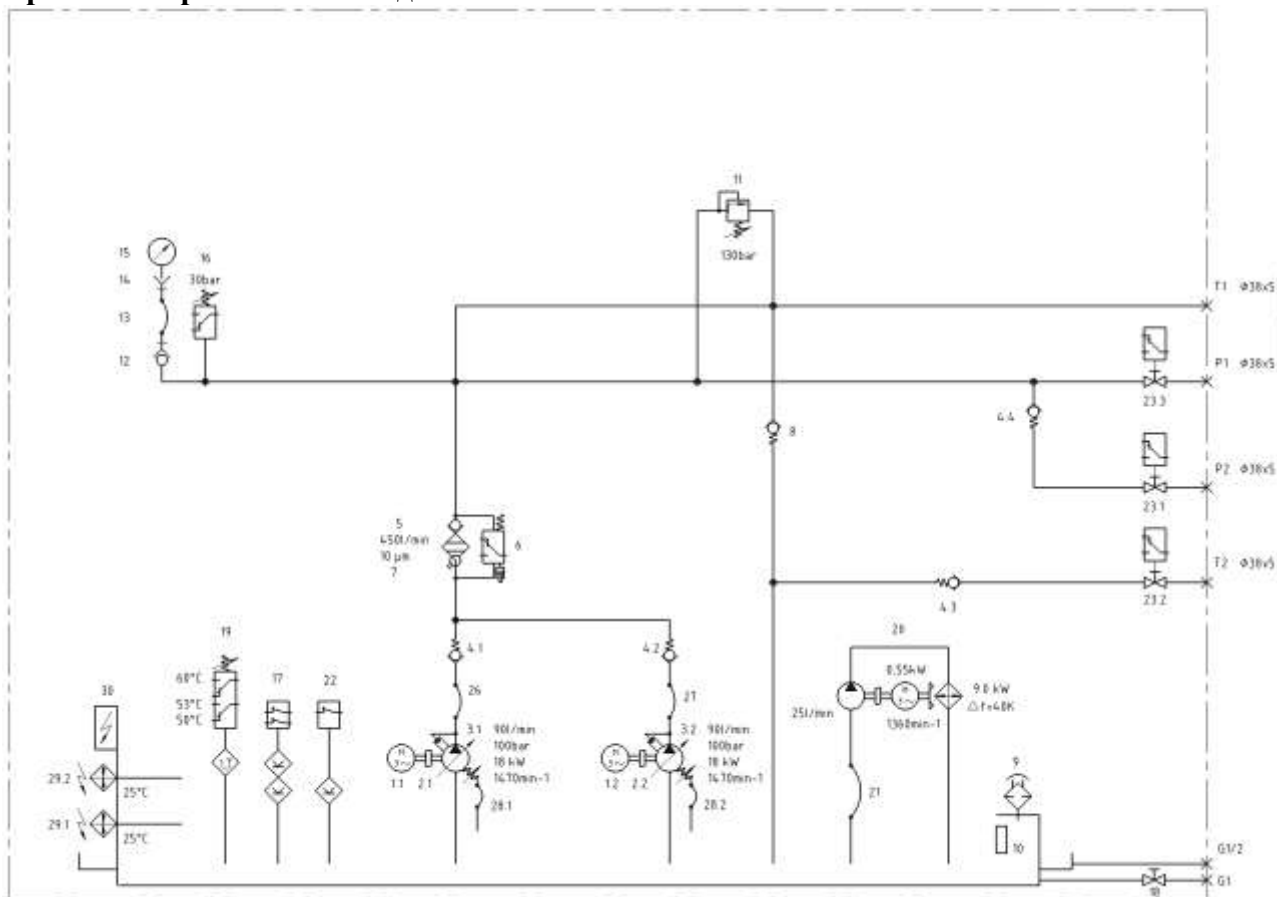

Рисунок 5 – Насосная станция
1. Выполнить чертеж насосной станции рис.5 и проставить буквенно-цифровое обозначение.
2. Составить схему потоков для рис. 5.
4. Подобрать насосы для рис. 5.